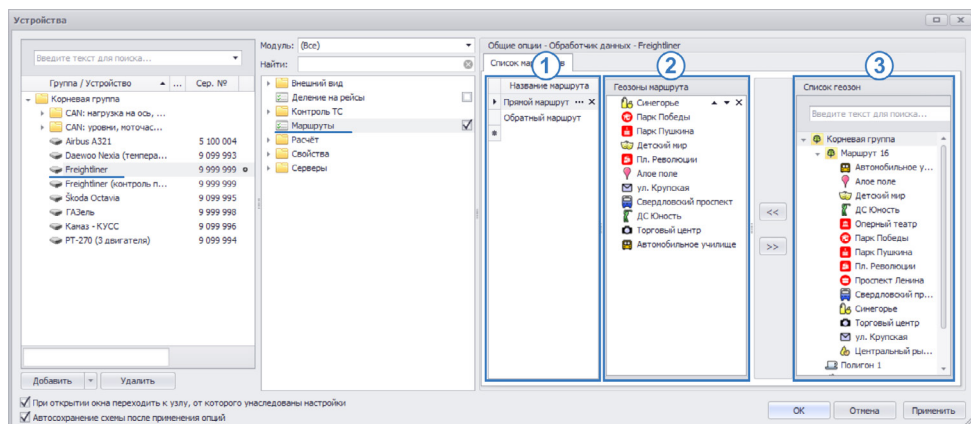

Рис.238. Список маршрутов.
Для создания маршрута необходимо перейти в меню «Устройства». В этом меню выбрать ТС или группу ТС для настройки, затем перейти в раздел Маршруты (**Рис.238**).
- Список маршрутов выбранного ТС (или группы), **Рис.238, п.1.**
- Геозоны выбранного маршрута, **Рис.238, п.2.**
- Список геозон, доступных в текущей схеме, **Рис.238, п.3.**